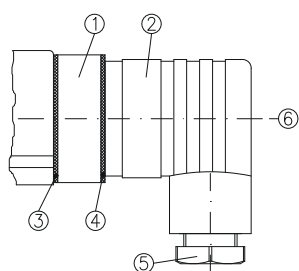

Abb. 5
- ↪ Lösen Sie die Zentralschraube ⑥ M3x35 und ziehen Sie die Leitungsdose ② vom Gerätestecker ① (→ Abb. 5). Entfernen Sie die Zentralschraube ⑥ aus der Leitungsdose ②.